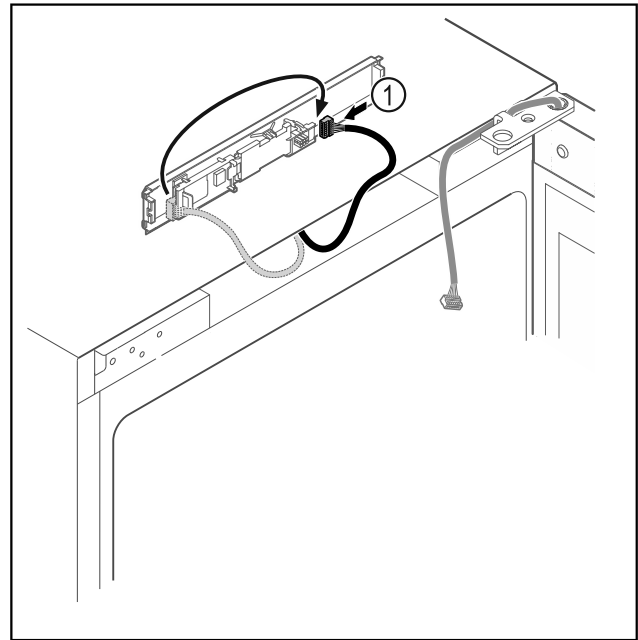

Fig. 19
- Flytta kontakten Fig. 19 (1) till kretskortet.